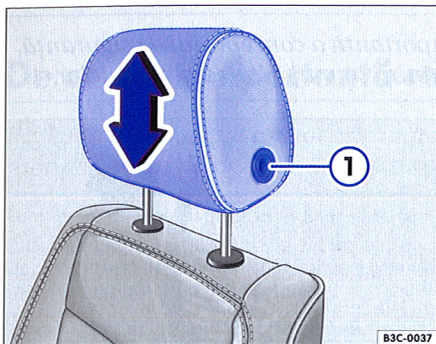
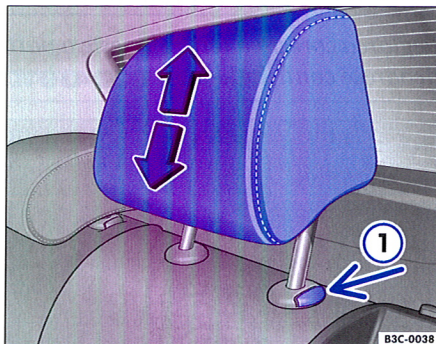

Fig. 58 Reglarea sau demontarea tetierelor din față
Fig. 59 Reglarea sau demontarea tetierelor din spate
- Împingeți tetiera în sus în direcția săgeții, sau apăsați tasta ⇒ fig. 58 ① resp. ⇒ fig. 59 ① și împingeți tetiera în jos. Înălțime corespunzătoare: ⇒ pagina 75.
- Mențineți apăsată tasta ⇒ fig. 58 ① resp. ⇒ fig. 59 ① și scoateți tetiera.
- Simultan împingeți tetiera în jos. Apăsați tasta ⇒ fig. 58 ① sau ⇒ fig. 59 ①.